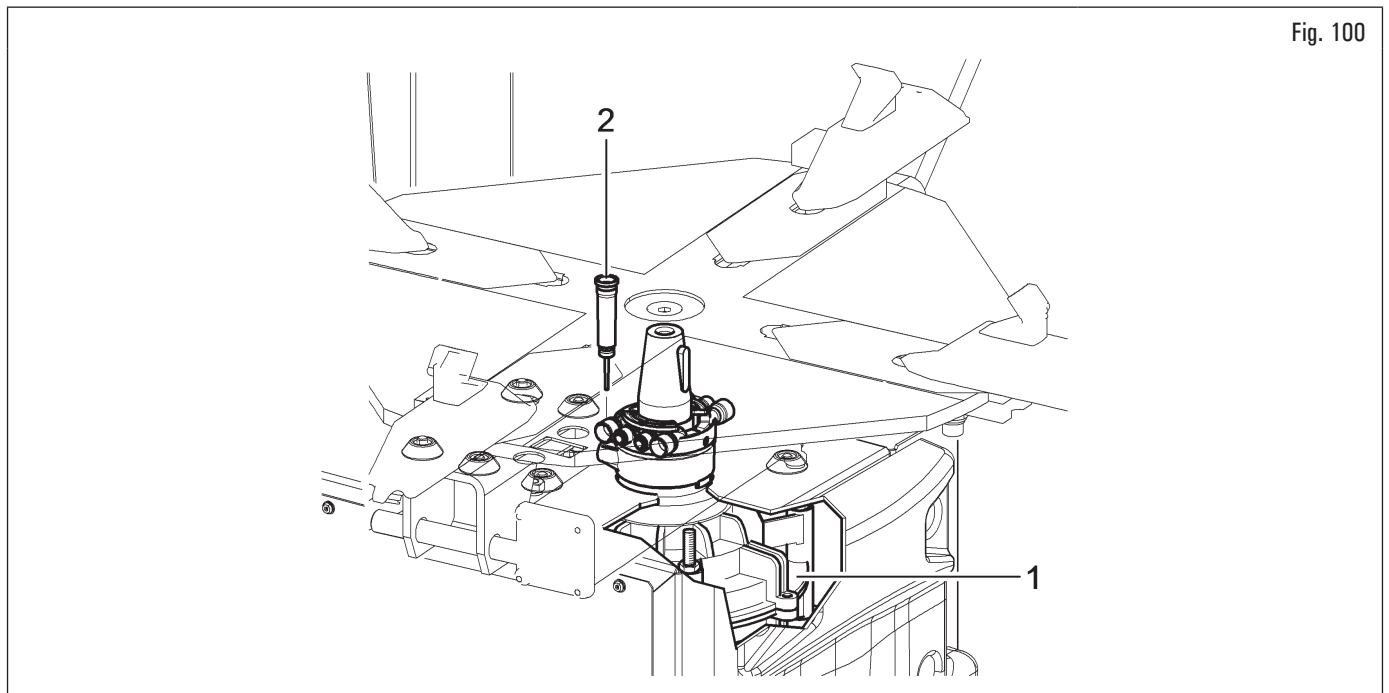

Fig. 100
- Periodicamente (almeno ogni 100 ore di lavoro) controllare il livello del lubrificante nel riduttore (Fig. 100 rif. 1) rimuovendo il tappo (Fig. 100 rif. 2) tramite l'apposito foro predisposto sul telaio.